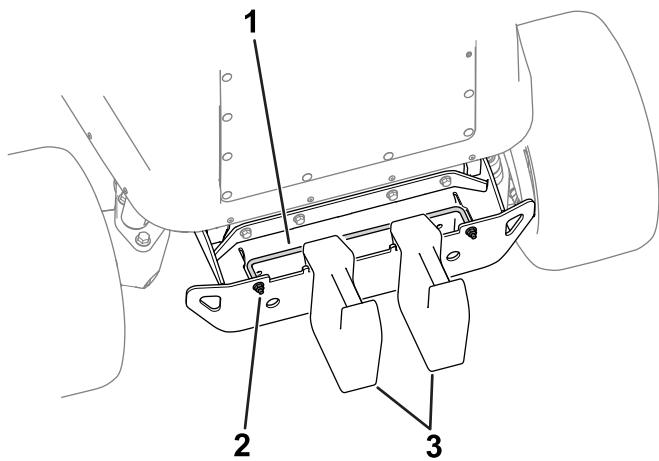

図 15
1. ウェイトロック棒 図 15をバンパーに固定している金具をゆるめる。
2. 図 15 に示すように、バンパーに2つのウェイトを追加する。
3. ウェイトロック棒の固定金具 図 15 を締めてウェイトをバンパーに固定する。